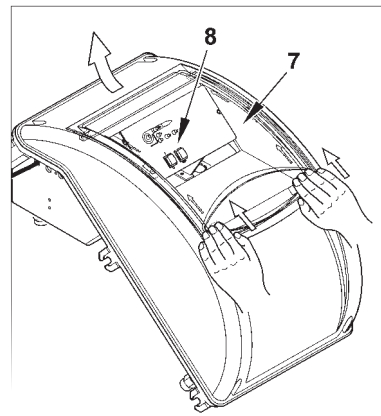

Рисунок 4
- 4) Для закрытия крышки электрического щита, закрутите 4 винта (1), используя момент затягивания, равный приблизительно 5 Нм, для обеспечения правильного уплотнения. Теперь можно получить доступ к панели управления (8). Отцепите прозрачное окошко (7), слегка надавливая руками в направлении стрелок на рис. 4. Переместите окошко вперёд на некоторый отрезок, после чего отделите его от крышки.
- 5) Для правильного расположения прозрачного окошка на щите поступайте в соответствии с рисунком 5: поместите крюки в соответствующие гнезда (9), продвиньте окошко в направлении, указанном стрелкой, пока не услышите лёгкий щелчок. Теперь обеспечено должное уплотнение.